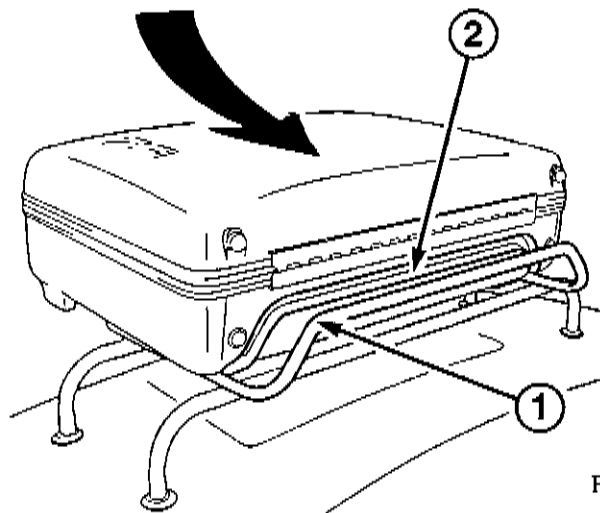

Fig. 6
Nun den Koffer, wie in der obigen Zeichnung (Fig. 6) dargestellt, in den Heckklappenträger hineinschwenken, so daß der hochstehende Anschlagbügel (1) genau in die dafür vorgesehene Aussparung (2) des Koffers hineinpaßt. Zur Kontrolle prüfen, ob die vorderen Ausformungen an der Unterseite des Koffers exakt aufliegen. Nur wenn der Koffer richtig auf dem Heckklappenträger aufliegt, kann der Verriegelungshaken des Zentralschlosses bei geschlossenem Griff in den Heckklappenträger einrasten.